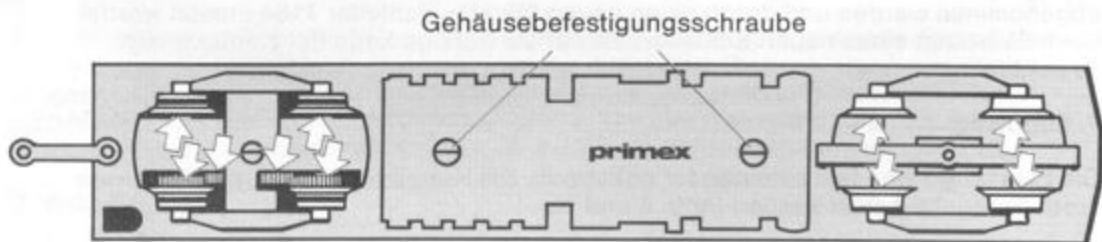

Abb. 6 Schmierstellen von unten
Die Abnahme der Gehäuse ist auf der Abbildung 6 dargestellt.
- Gehäuse des Steuerwagens (S) und des Zwischenwagens 4019 öffnen (Abb. 6);